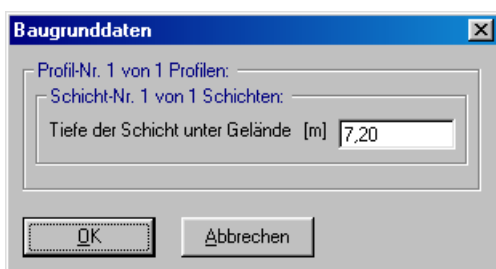

Bild 9-19 Dialogfeld "Tiefe der Schicht unter Gelände"
- Doppelklicken Sie auf Tiefe der Schicht. Das entsprechende Dialogfeld (Bild 9-19) erscheint, um die Tiefe der Schicht zu modifizieren